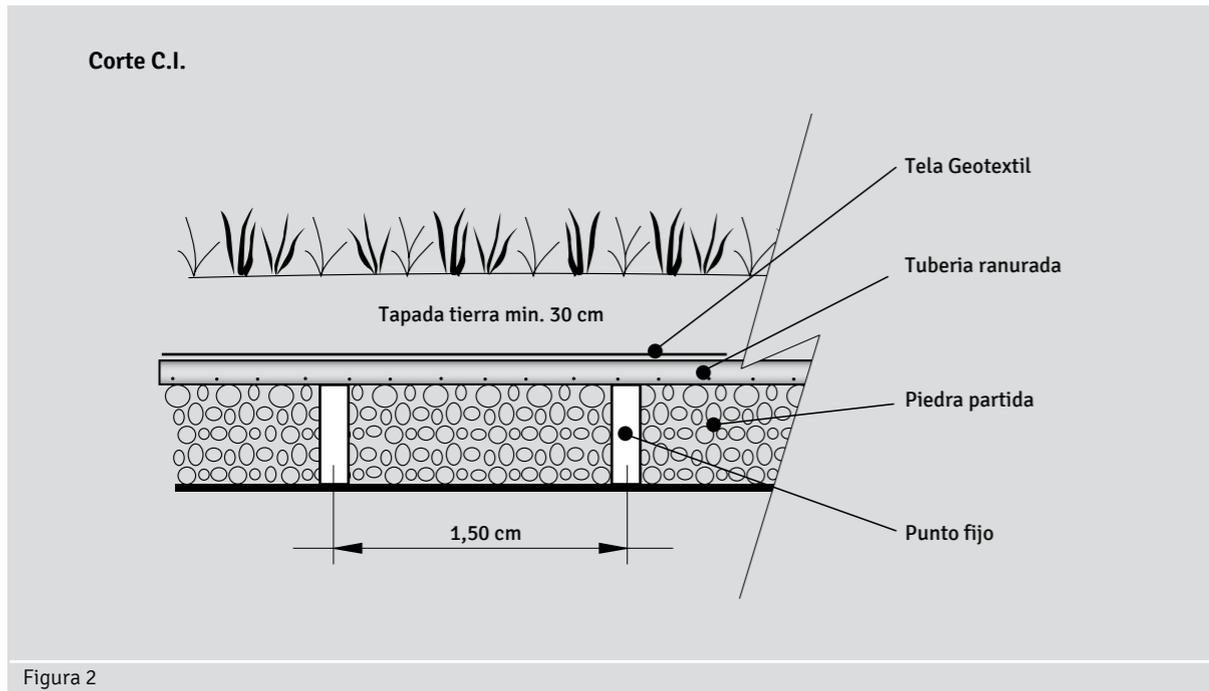

Figura 2
- C.** Coloque en toda la zona 40cm de piedra partida o cascote limpio, contemplando puntos fijos cada 1,50 m, para apoyo de tuberías ranuradas Rotoplas. (Figura 2)